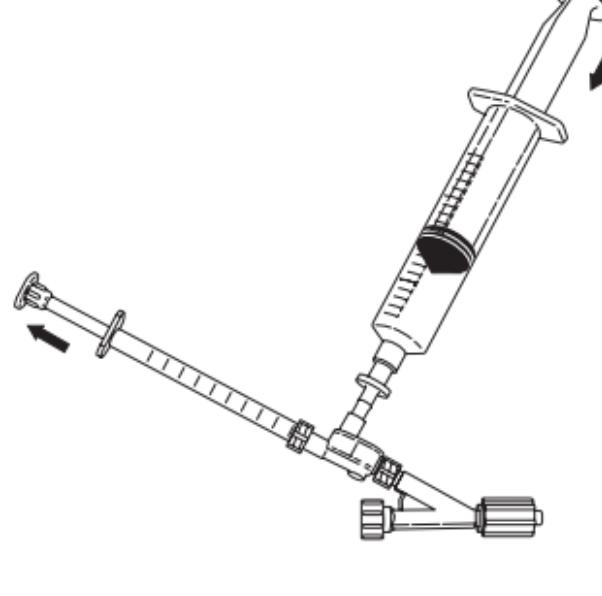

Fig. 4
6. Adapte a seringa de 1 mL ao orifício de injeção e aspire 0,5 mL de solução. Separe a seringa de 1 mL e purgue todas as bolhas de ar da seringa. Deixe um pouco de solução no orifício de injeção, antes de voltar a adaptar a seringa de 1 mL, premindo a seringa de 20 mL ligeiramente para purgar o orifício de injeção. Volte a adaptar a seringa de 1 mL ao orifício de injeção. (**Fig. 4**)